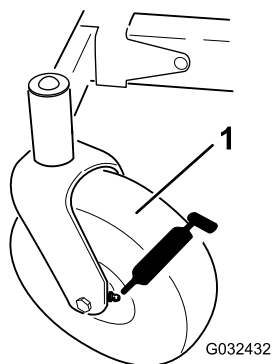

Figura 37
3. Limpe os bocais de lubrificação (Figura 37) com um pano.
4. Ligue uma pistola de massa lubrificante a cada bocal (Figura 37).